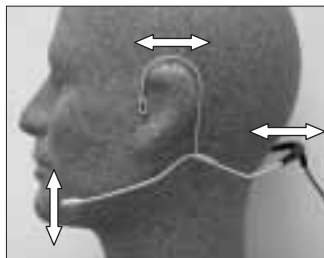

Abb. 3: Position des Mikrofons am Kopf
1. Setzen Sie das Mikrofon wie in Abb. 3 gezeigt auf.
Siehe Abb. 3.